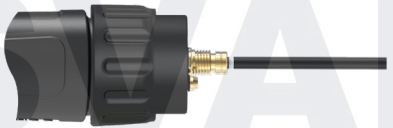

рис. 3
- Установите на место и затяните гайку крепления вкладыша (рис. 3,4).